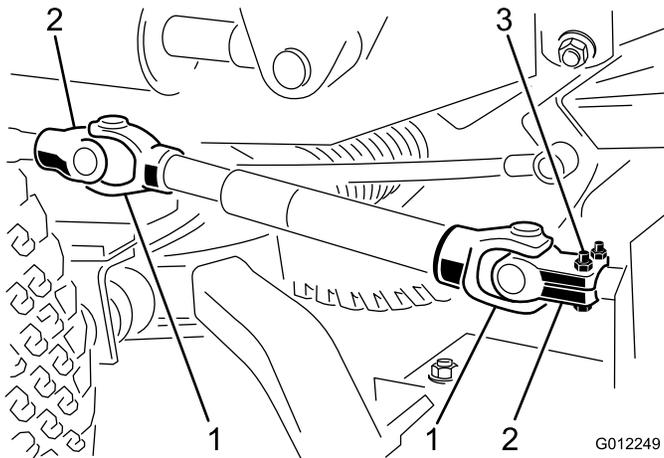

Figura 11
1. Alinee los taladros de la horquilla y del eje primario de la caja de engranajes. Deslice la horquilla sobre el eje y sujete los dos componentes con un pasador cilíndrico y 2 tornillos de caperuza (5/16 x 1-3/4 pulgadas) y contratuercas (5/16 pulgadas) (Figura 11).